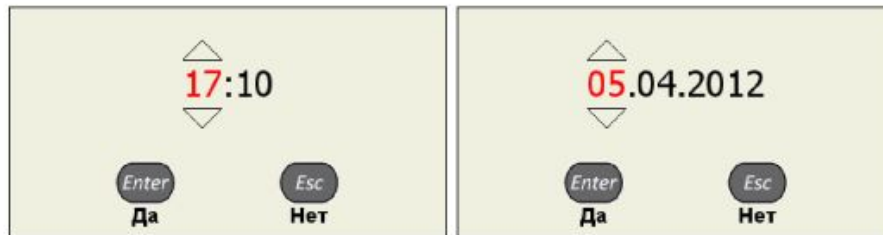

Рисунок 37
- в открывшемся окне редактирования (рисунок 37) клавишами  выбрать разряд для редактирования;